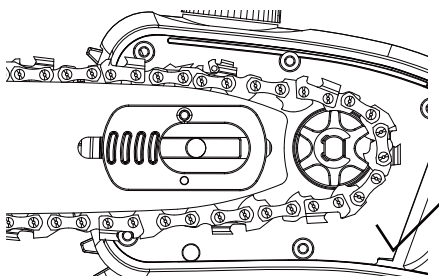
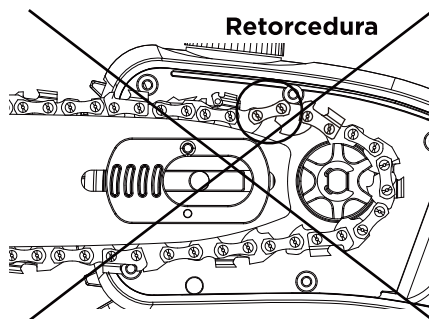

Fig. 7
Fig. 8
4. Asegúrese de que todas las piezas están bien asentadas y mantenga la cadena y la barra de guía en una posición nivelada. Asegúrese de que los eslabones motrices estén asentados por completo en la rueda de cadena motriz (Fig. 7) y evite que se doblen como se muestra en (Fig. 8). Si se pliega, levante la cadena por la barra de guía justo por delante del pliegue y, a continuación, tire de ella hacia fuera.